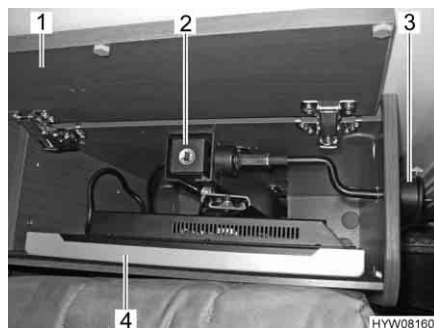

Fig. 66 Schermo piatto nel vano porta televisore
- Aprire la copertura (Fig. 66,1).
- Per scaricare le molle, spingere il meccanismo di sollevamento (Fig. 66,2) leggermente verso il basso.
- Tirare il bottone di sbloccaggio (Fig. 66,3). Lo schermo piatto (Fig. 66,4) si solleva automaticamente.